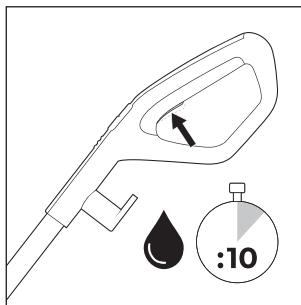
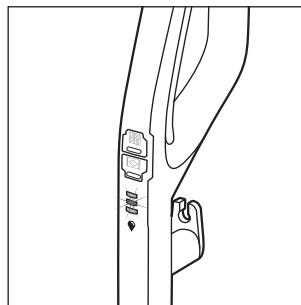

Fig. 14
Fig. 15
- ◆ Înainte de fiecare utilizare, țineți apăsat comutatorul pentru soluția de curățare  **15** timp de cca 10 secunde pentru a pregăti de utilizare rola perie **6** cu soluția de curățare (a se vedea fig. 14). Afişajul soluției de curățare  **12** clipește albastru alternativ atunci când comutatorul pentru soluția de curățare  **15** este ținut apăsat (a se vedea fig. 15).